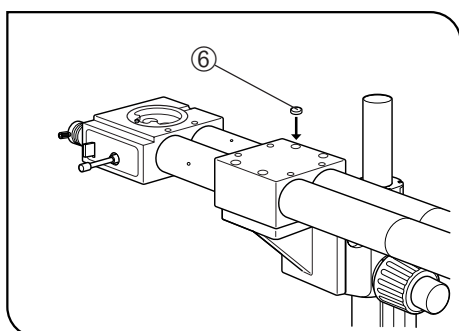

Fig. 9
7. Placer les 4 caches plastique fournis ⑥ sur les 4 trous de vis pour masquer les vis de blocage. (Fig. 9)